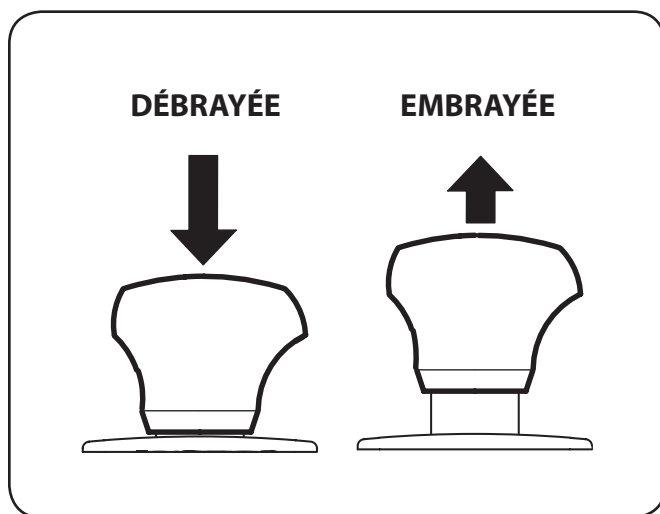

Figure 5-3
2. Tirez le bouton de la prise de force vers l'extérieur à la position embrayée. Voir Figure 5-3.